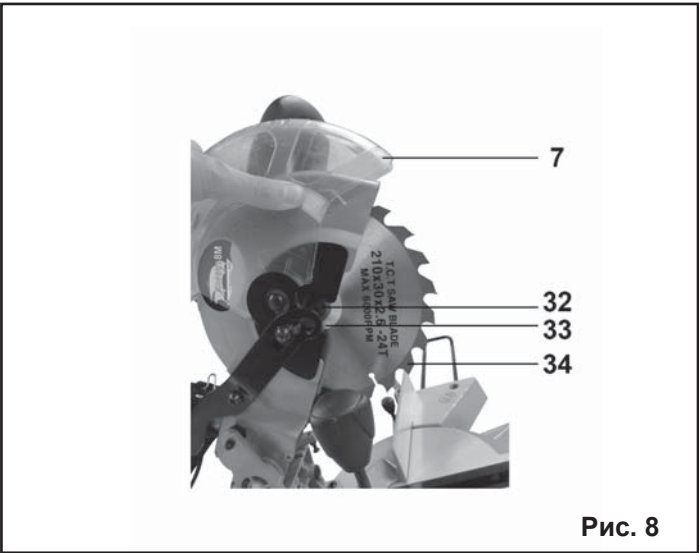
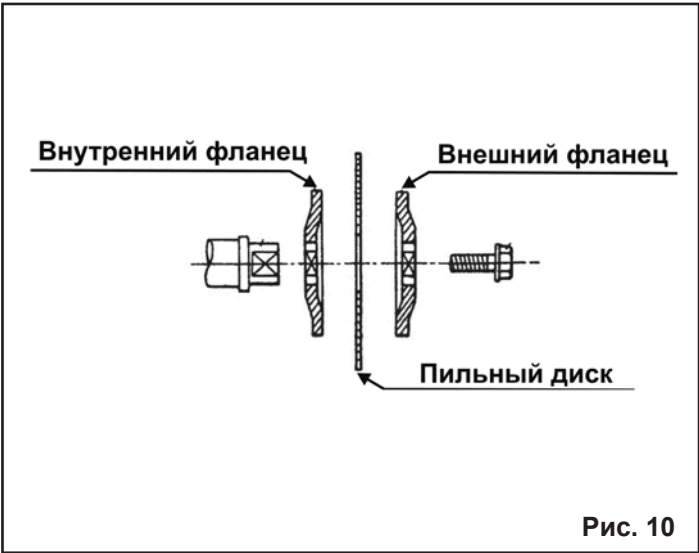

Рис. 8
Рис. 10
9.6.1. Снятие диска, Рис. 8
Для снятия пильного диска (34) выкрутите винты (32), и снимите защитный кожух (7), Рис.8.
ные диски, не соответствующие техническим характеристикам пилы. **ВНИМАНИЕ:** Перед установкой пильного диска внимательно осмотрите каждую напайку. На них не должно быть трещин, сколов. Установите пильный диск (34) в соответствии с последовательностью, указанной на Рис.10 так, чтобы зубья пильного диска (34) были направлены вниз в передней части пилы, Рис.8. Положение надёжно закрепите винтом (32). После установки пильного диска при включении не следует стоять в плоскости вращения пильного диска.
ВНИМАНИЕ: Перед включением вилки шнура питания пилы в розетку удостоверьтесь, что кнопка включения (35) правильно действует и возвращается в позицию «Выкл.» при её отпускании. Не нажимайте на кнопку включения (35) не убедившись, что пильному диску (34), ничто не мешает, и пильный диск (34) свободно вращается, Рис. 8.
11.2. Регулировка угла наклона пиления 45°, Рис. 10,14